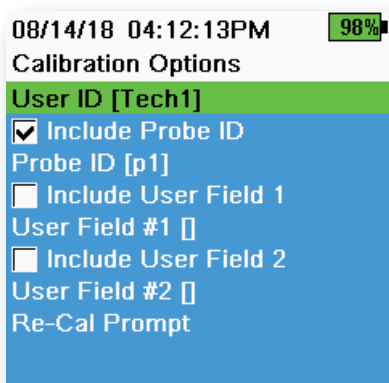

Abbildung 12 Kalibrier-Optionen
- Andere benutzerspezifische Kennungen (Benutzerfeld 1 und 2) (Abbildung 12)